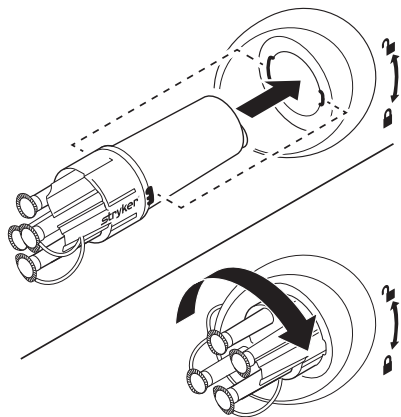

Figura 3 Instalación y bloqueo del distribuidor
1. Alinee las guías del distribuidor con las ranuras del receptáculo y empújelo para introducirlo en el receptáculo del depósito deseado del colector móvil (figura 3).